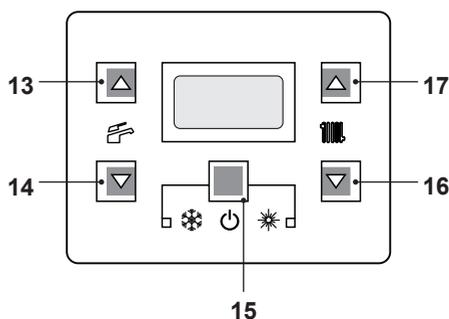
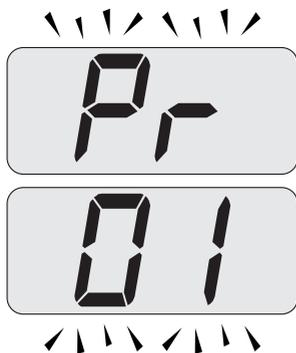
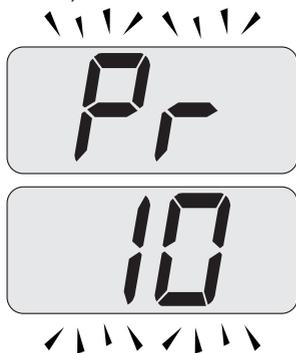

Figura 5.59
Figura 5.60
Figura 5.61
• Entrare in "modalità programmazione" premendo contemporaneamente per 10 secondi i tasti 15 - 16 - 17 (Figura 5.59) fino a far apparire sul display LCD le lettere **Pr** che si alternano con il codice **01**, indicanti l'entrata nel "parametro 01" (Figura 5.60).
- Scorrere i vari parametri utilizzando i tasti 16 o 17 fino a far apparire sul display LCD le lettere **Pr** che si alternano con il codice **10**, indicanti l'entrata nel "parametro 13" (Figura 5.61).
- Premere contemporaneamente i tasti 15 e 17 (Figura 5.59) fino a far apparire sul display LCD il valore del parametro 10 (30=180 secondi) (Figura 5.62).
- Premendo il tasto 15 (Figura 5.59) si ottiene la conferma del valore inserito.
- Premendo contemporaneamente i tasti 15 e 16 (Figura 5.59) si esce senza modificare il valore (ritorno alla lista parametri Figura 5.61)
- Premendo contemporaneamente per 10 secondi i tasti 15 - 16 - 17 (Figura 5.59) si esce dalla "modalità programmazione".